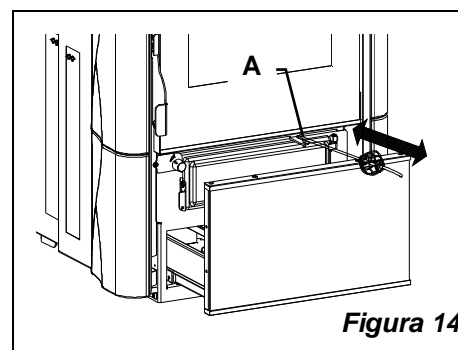

Figura 14
Durante il normale funzionamento della stufa in modalità PELLET, è necessario scuotere le braci per evitare la stratificazione della cenere. Per fare questo è sufficiente utilizzare il pettine scuoti griglia (P) la cui leva è accessibile aprendo il cassetto inferiore: **agganciare l'attizzatoio in dotazione alla leva onde evitare scottature** ed eseguire energicamente il movimento avanti-indietro più volte (Figura 14 pos.A). Ripetere l'operazione 2-3 volte al giorno.